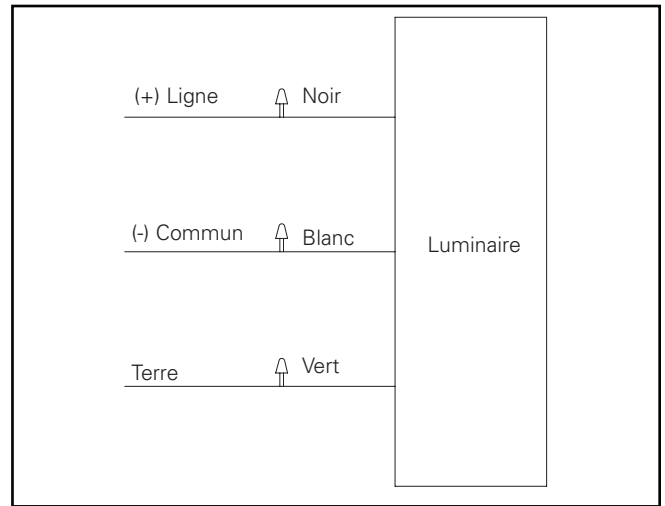

Figure 4
5. Effectuez les raccordements de câblage tel qu'indiqué sur le schéma de câblage et introduisez les branchements à l'intérieur du pôle ou du support de montage. (Figure 4).
4. Consultez le schéma de câblage pour le raccordement de l'alimentation. (Figure 4).